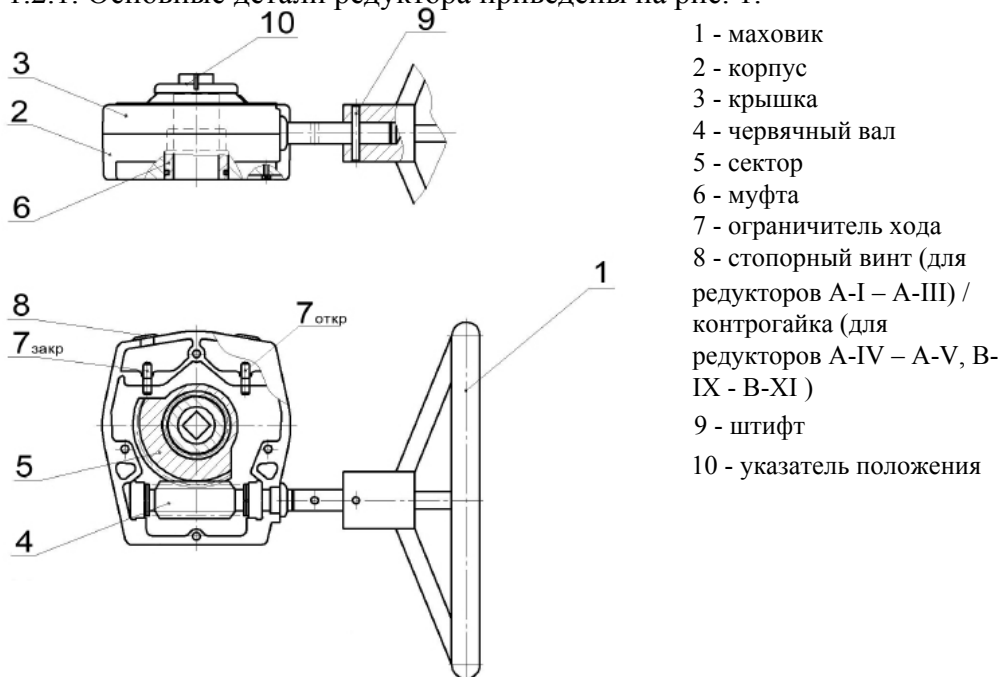

Рисунок 1. Конструкция изделия.
1.2.1. Основные детали редуктора приведены на рис. 1.